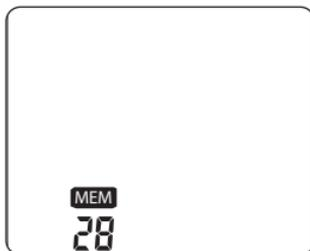

Fig. 1
1. Pulse y libere el botón **MEM**. La unidad mostrará la cantidad de mediciones almacenadas en el banco, Fig. 1.